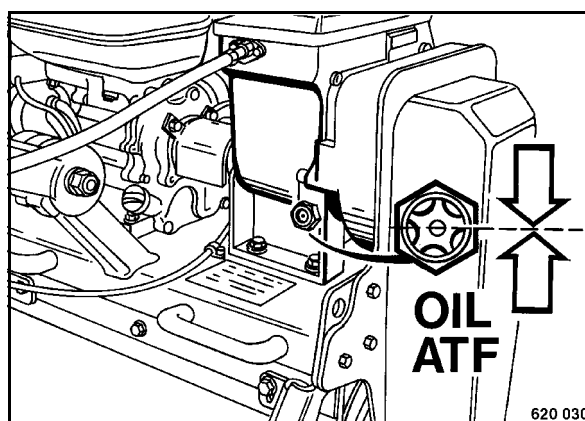

рис. 33
- Проверить уровень масла в смотровом стекле (рис. 33).